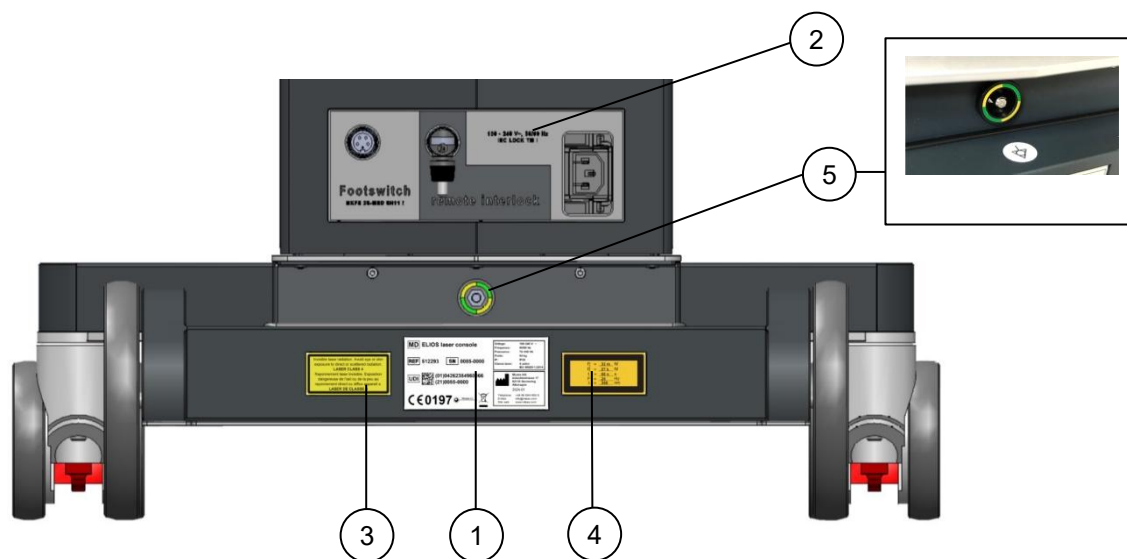

Fig. 2-1: Vue arrière
Verrouillage externe (« remote interlock ») L'étiquette est située au dos du laser (voir Fig. 2-1).
3.	La ELIOS laser console génère un rayonnement laser de classe 4. Ni les yeux ni la peau ne doivent être exposés à ce rayonnement invisible. L'étiquette est située au dos du laser (voir Fig. 2-1).
4.	L'information sur la sortie du rayonnement laser est spécifiée sur l'étiquette illustrée. L'étiquette est située au dos du laser (voir Fig. 2-1).
5.	Connecteur édquipotentialité L'étiquette est située au dos du laser (voir Fig. 2-1).